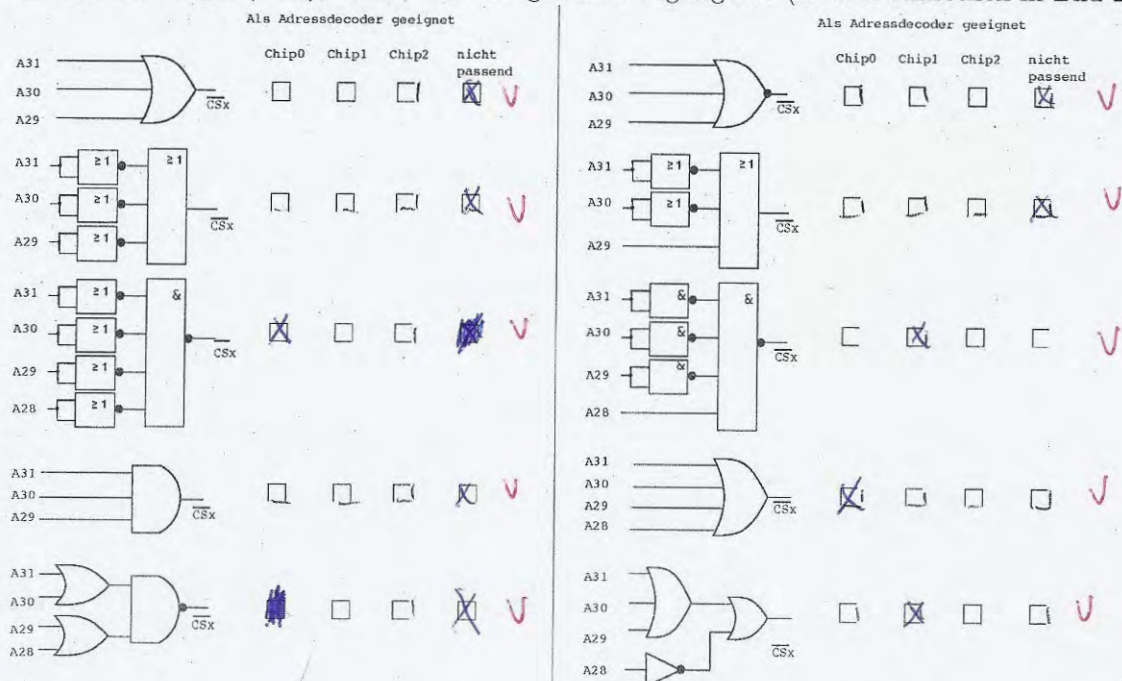

Bild 2: Schaltungsvorschläge für die Adressdecoder
b) Welche Schaltungen sind geeignete Adressdecoder für die drei Chips mit Select-Eingängen in negativer Logik ($\overline{CS_x}$), welche Schaltungen sind ungeeignet? (Jeweils ankreuzen in Bild 2)